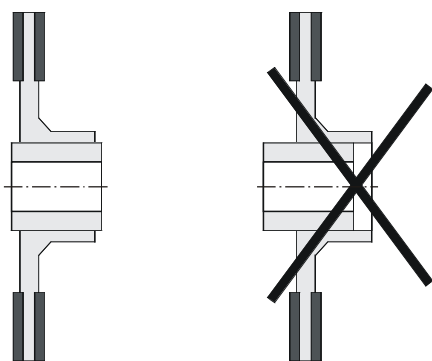

Bild 6
Der Rotor (4) muss so auf die Nabe (1) aufgesetzt werden, dass die Verzahnung auch nach dem Verschleiß der Reibbeläge vollständig im Eingriff bleibt (Bild 6).